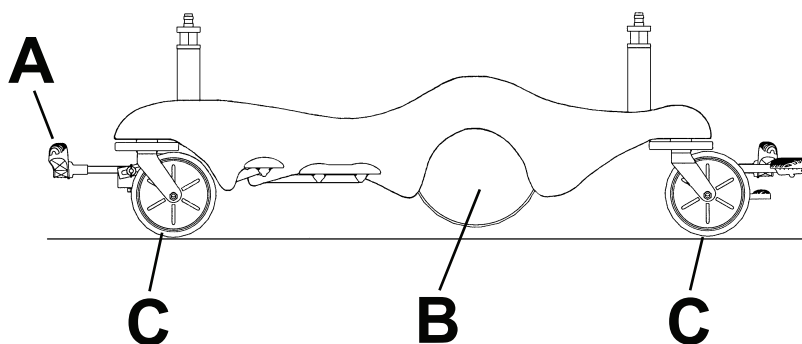

Figure 9 – Transport sans Big Wheel
1. Mettre la pédale de frein/guidage (A) en position neutre (Figure 9).
- Avec le produit en position neutre, **Big Wheel** (B) est surélevée et le produit repose sur les quatre roulettes (C) (Figure 9). Dans cette position, il est possible de déplacer le produit dans n'importe quelle direction, y compris latéralement.